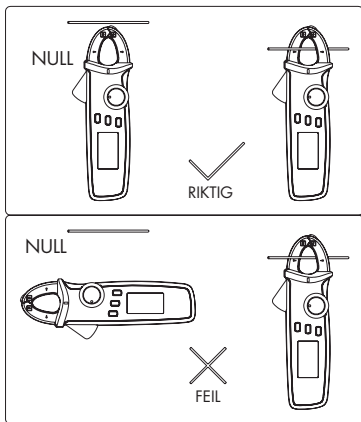

Figur 5
A. AC strøm (figur 5)
- Åpne tangkjeften og koble den rundt EN av lederne til belastningen som ønskes målt, slik figur 5 merket med V viser. Pass på så tangkjeften er skikkelig lukket.
- Hvis man måler over begge ledere slik figur 5 merket med X viser vil man måle eventuell lekkasjestrøm. Ønsker man å gjøre dette må man holde tangen i god avstand fra andre strømførende ledere.